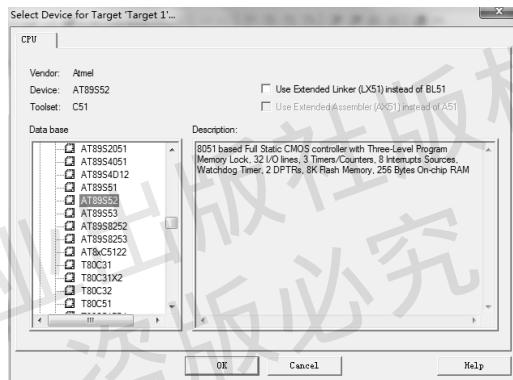

图 1-10 单片机型号选择窗口
(2) 在文件名中输入“HelloRobot”，保存至你想保存的位置（如 E:\C 语言程序设计\程序），可不用加后缀名。单击“保存”按钮，会出现如图 1-10 所示的窗口。